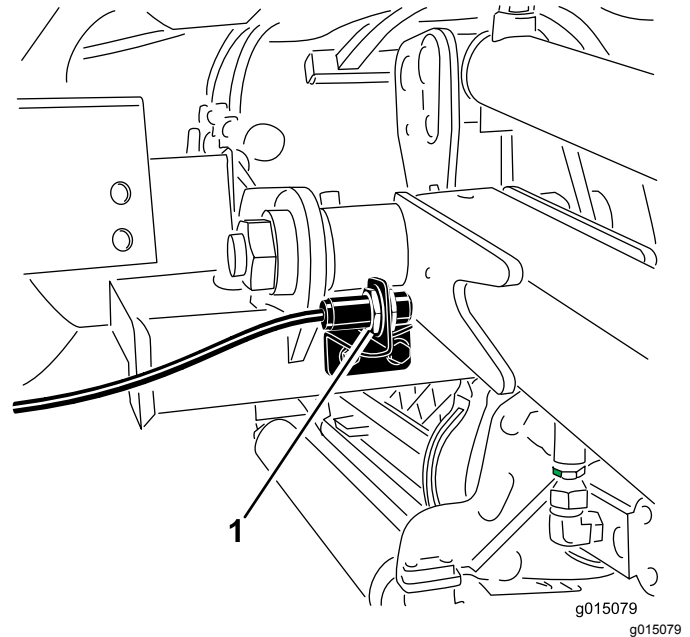

Figure 35
2. Le contacteur des bras de levage se trouve derrière le bras de levage avant droit (Figure 35).
3. Desserrez les vis de fixation du contacteur (Figure 35) et montez le contacteur pour augmenter la hauteur du changement de direction des bras de levage ou abaissez-le pour réduire la hauteur du changement de direction.